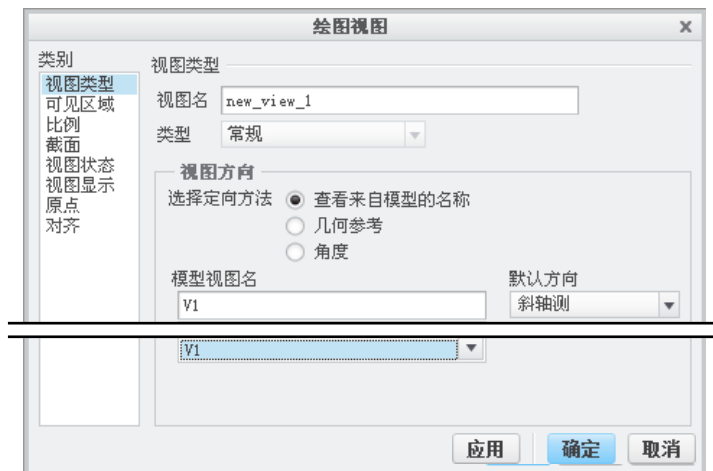

图 3.12.18 “绘图视图”对话框（一）
Step2. 在系统  **选择绘图视图的中心点。** 的提示下，在图形区选取一点；系统弹出图 3.12.18 所示的“绘图视图”对话框（一），在 **模型视图名** 列表框中选取视图名称 **V1**，然后单击 **应用** 按钮，系统即按“V1”的方位定向视图。